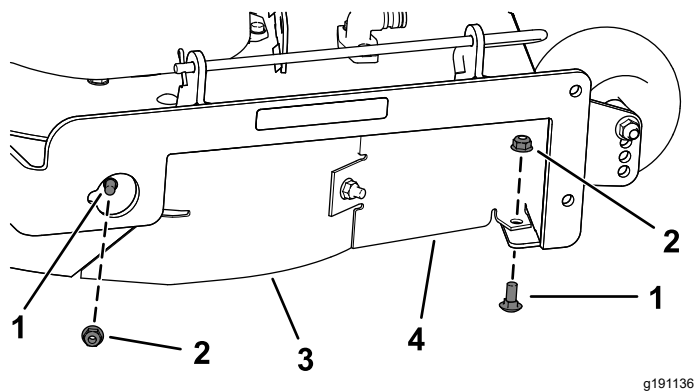

Figure 14
- Retirez les 2 boulons de carrosserie (5/16" x 3/4") et les 2 contre-écrous (5/16") qui fixent le déflecteur droit et sa protection au plateau de coupe (Figure 14).